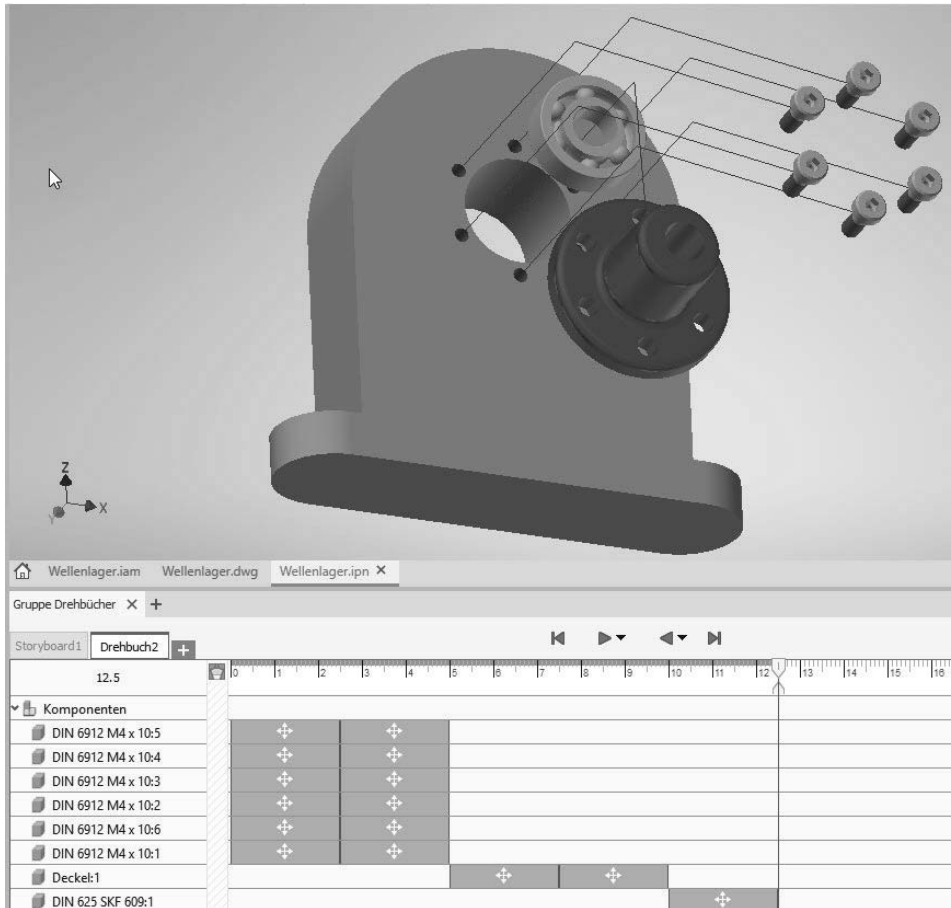
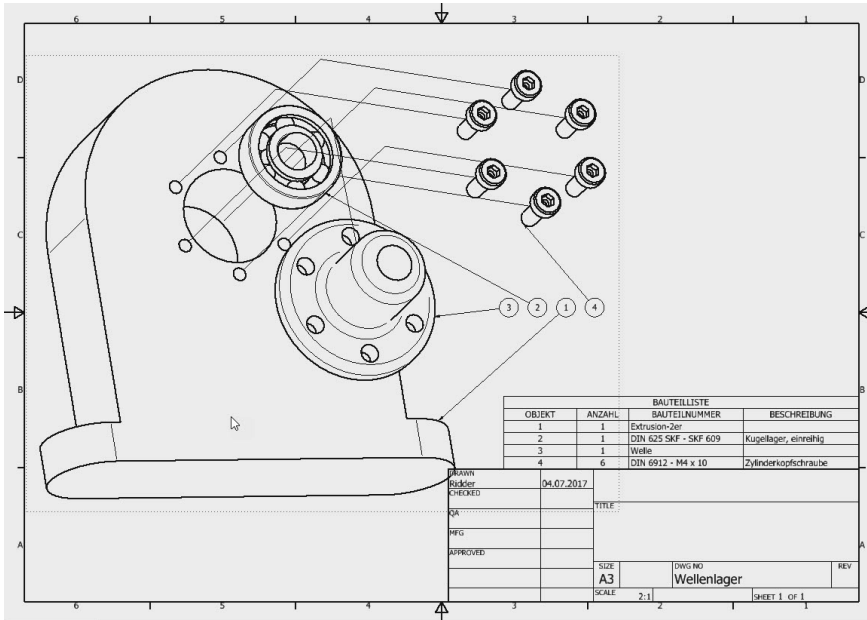

Abb. 1.5: Präsentation mit Animationspfaden und Drehbuch (unten)
Abb. 1.6: Zeichnung der Explosionsansicht mit Positionsnummern und Stückliste
4. Die Explosionsdarstellung entsteht in einer *.ipn-Datei. Die Endung steht für »Inventor-Presentation«, kurz IPN (Abbildung 1.5). Auch aus einer Präsentation kann eine Zeichnung erstellt werden (Abbildung 1.6).